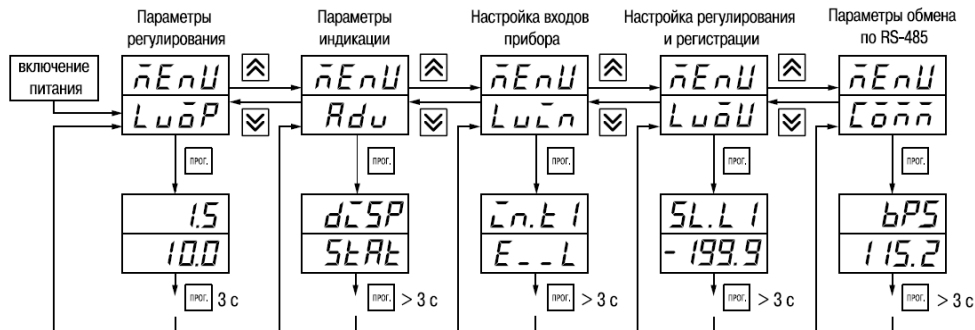

Рисунок 7.1
7.1.2 Основные параметры прибора TPM202 объединены в 5 групп *LuōP*, *Adu*, *Luċn*, *LuōU* и *Ĉōññ*, составляющие меню прибора (рисунок 7.1).